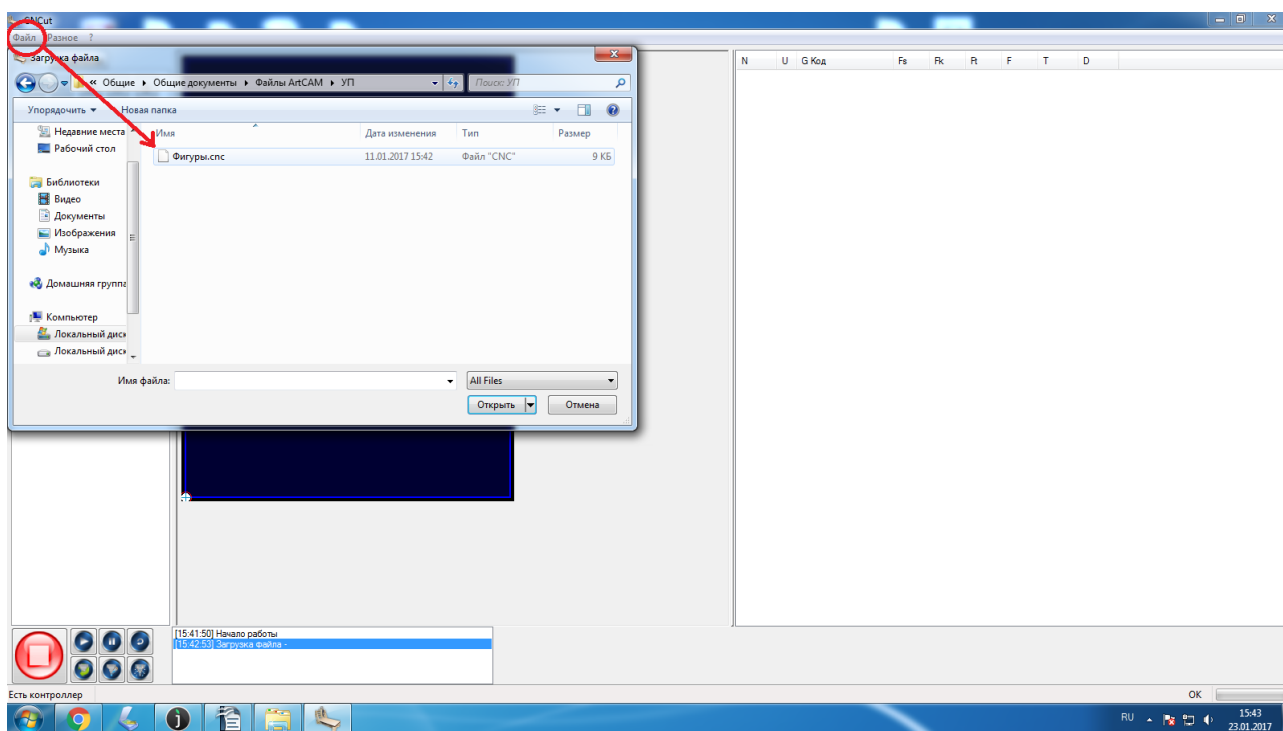

Рисунок 3. Загрузка файла УП
- 1) Пункт «Открыть»-открывает окно с файлом УП и позволяет загрузить его в программу CNCut, рисунок 3